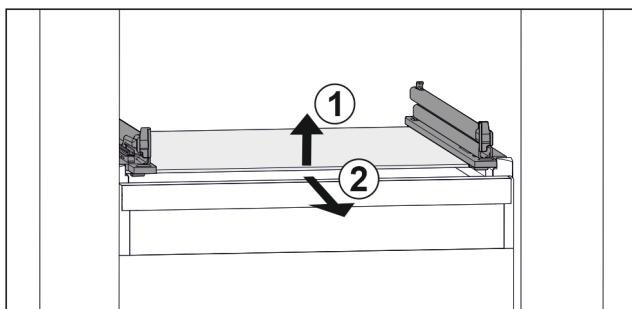

Fig. 112 Vejledende visning af glaspladen
- ▶ Løft glaspladen foran. Fig. 112 (1)
- ▶ Tag glaspladen ud fremefter. Fig. 112 (2)